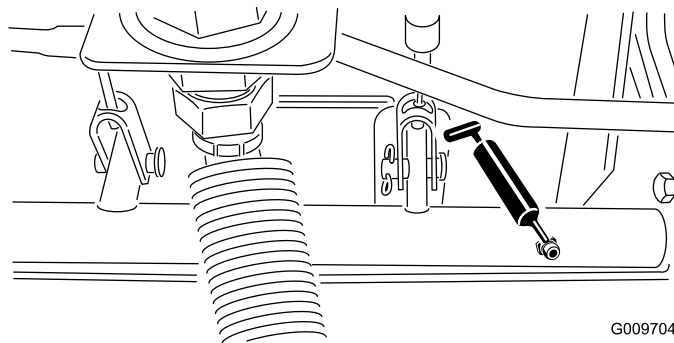

Figura 58
- Rolamentos da articulação do veio do travão (5), como se mostra na Figura 58